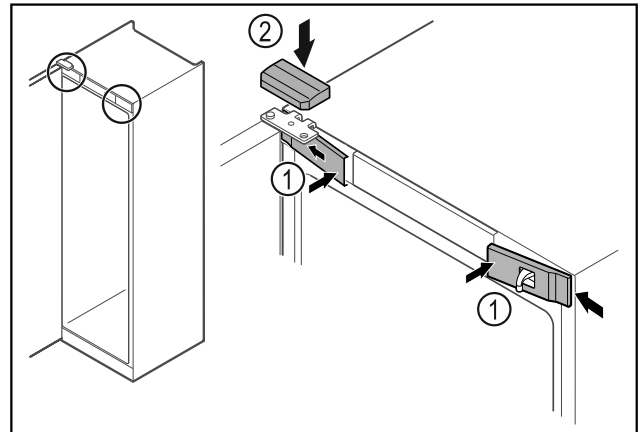

Fig. 45
- ▶ Įkabinkite priekines dengiamąsias plokšteles Fig. 45 (1) šone ir užfiksuokite.
- ▶ Užfiksuokite viršutinę dengiamąją plokštelę Fig. 45 (2) iš viršaus.